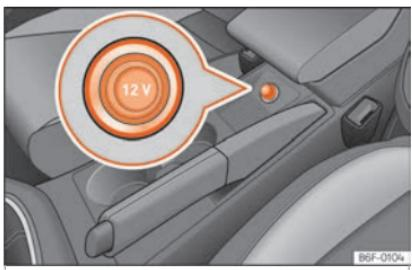

Fig. 125 Toma de corriente delantera.
- Extraiga el tapón de la toma de corriente situado en la consola central » fig. 125.